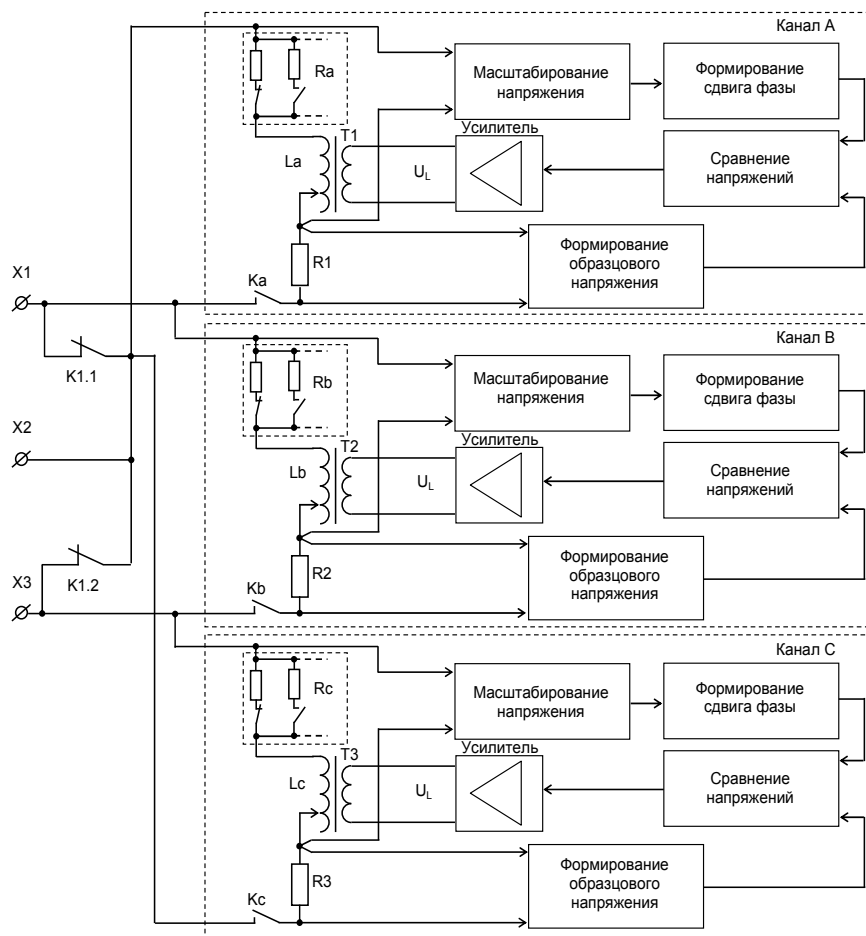

Рисунок 5.3
5.3.1 На рисунке 5.5 показана схема подключения Магазина к однофазному ТН. Нагрузка воспроизводится на клеммах X1 и X3 (рисунок 5.3) поверяемого ТН. Ряд воспроизводимых нагрузок в зависимости от номинального вторичного напряжения поверяемого